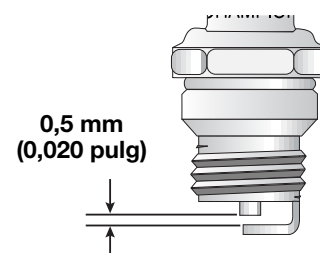

Fig. 23
3. Cambie las bujías que estén rajadas, sucias o deterioradas. Fije la separación de aire a **0,5 mm (0,020 pulgadas)** utilizando un calibrador (Fig. 23).